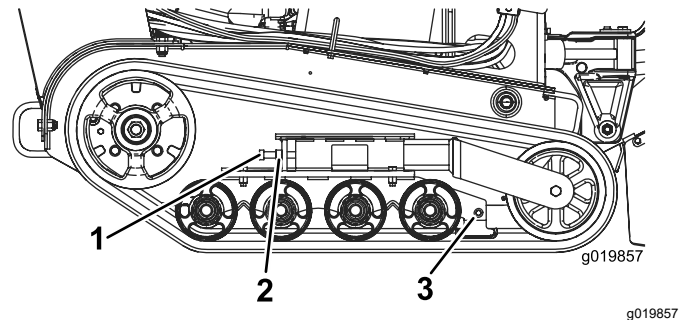

Bild 47
3. Lösen Sie die Klemmmutter an der Spannschraube der Kette und die Klemmschrauben am Spannarm (Bild 47).
4. Ziehen Sie die Spannschraube bis auf 32,5-40 N·m an, um die Kette zu spannen (Bild 47).
4. Lösen Sie die Spannschraube und Klemmmutter (Bild 47).